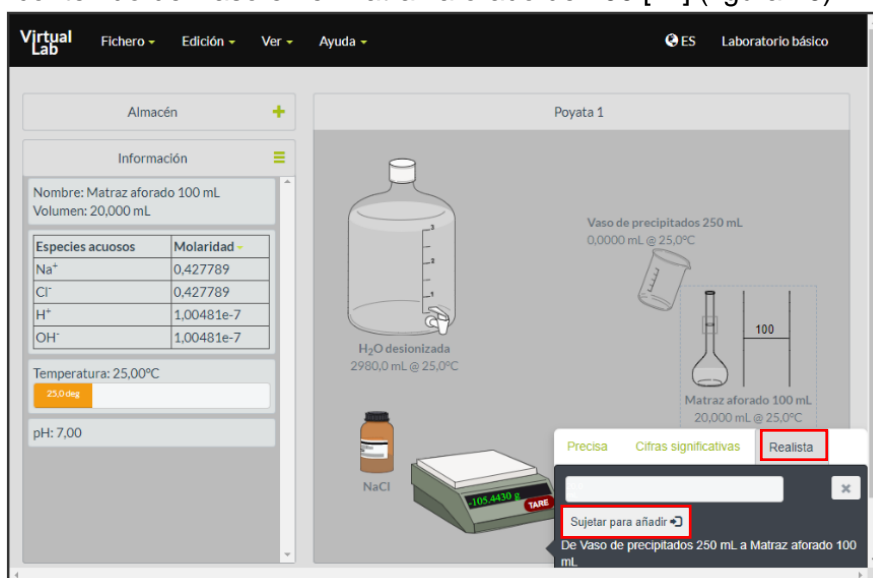

Figura 10. Simulador *Making stock solutions from solids*.
11. Vacíe el contenido del vaso en el matraz aforado de 100 [mL] (figura 10).